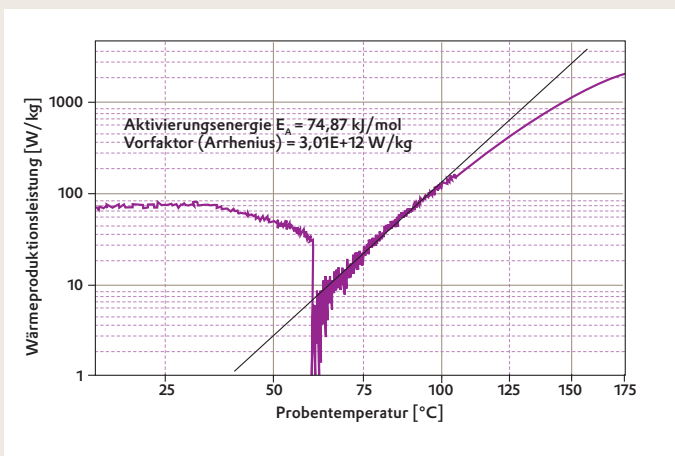

Abbildung 4: Wärmeproduktionsleistung (abgeleitet aus Temperatur-Zeit-Verlauf)
►► Durch diese Untersuchungen von exothermen Prozessen im adiabatischen Kalorimeter können aus dem gemessenen Temperatur-Zeit- und Druck-Zeit-Verlauf (s. Abb. 2 und 3) unterschiedliche sicherheitstechnische Kenngrößen berechnet werden: die Wärmeproduktionsleistung, die Druckanstiegsgeschwindigkeit und – im Falle einer Spaltgasbildung – die Bildungsgeschwindigkeit (s. Abb. 4).